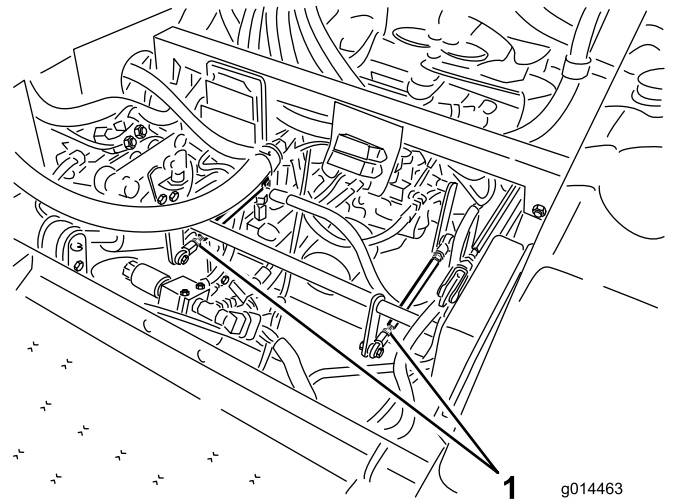

Bild 46
- Wenn sich der linke Hinterreifen dreht, lockern Sie die Klemmmuttern auf der linken Seite der Getriebeschaltstange (Bild 46).